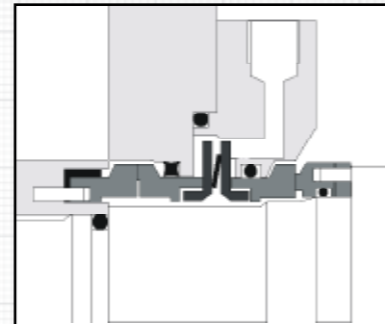

Fig. 17
a) Tryk nye læbetætninger ind i husene. Saml afstandskraven, bølgefjederen og drivpladen som vist i fig. 17. (Se også afsnit 6.06).